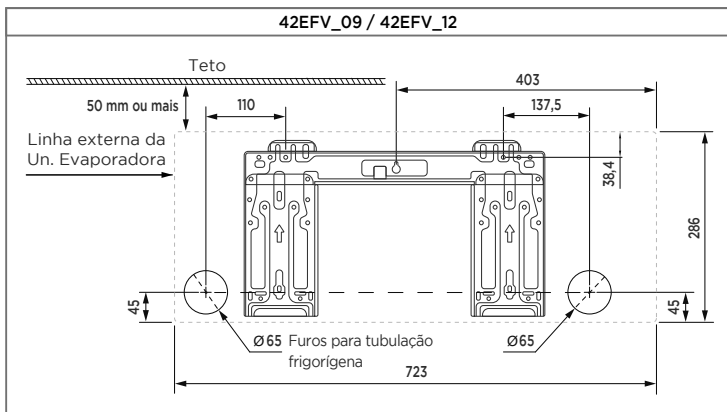

FIG. 11 - SUPORTES DE MONTAGEM
Veja na Fig. 11 as dimensões para furação da tubulação de interligação conforme cada capacidade.
- Fixe o suporte à parede com parafusos autoatarraxantes através dos furos próximos à borda externa dele como mostrado na Fig. 11 (Coloque parafusos em todos os furos superiores).